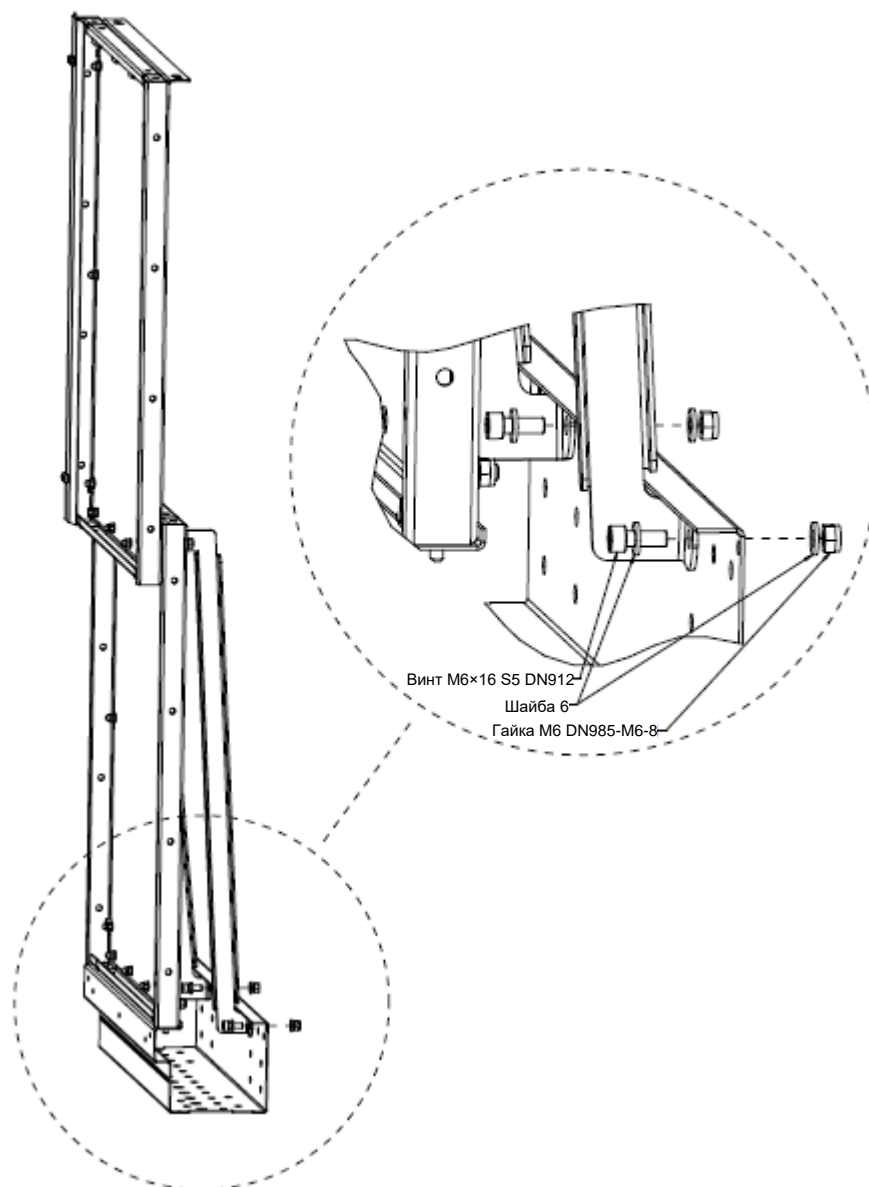

Рисунок 4. Фиксация кронштейна к балке коридора
**5.1.4.** Зафиксируйте кронштейн к балке коридора при помощи винтов М6×16, шайб и гаек М6 (рисунок 4). Затяните их.